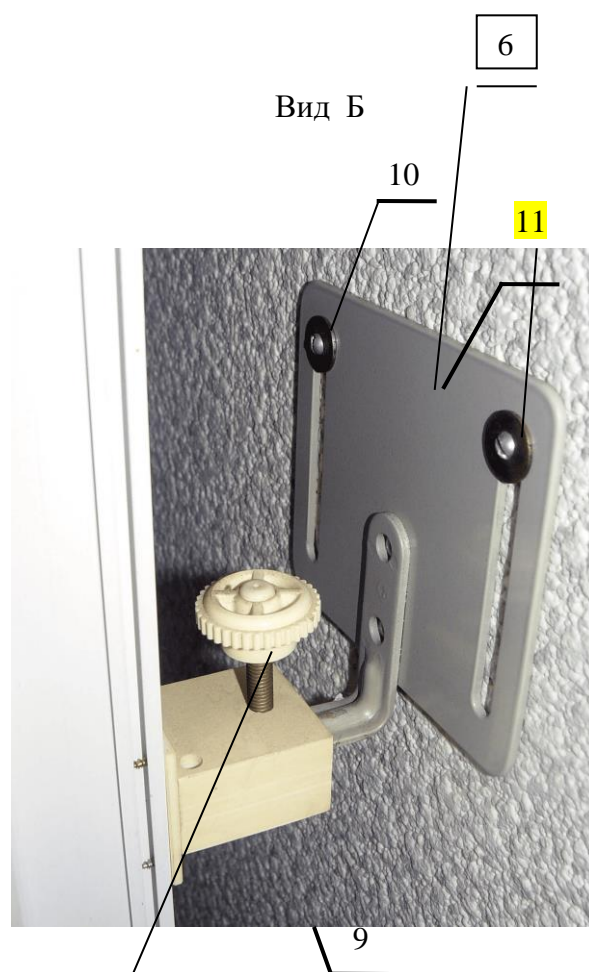

Рис. 1
2.2.3 Вставьте кронштейн 6 в кронштейн штанги ростомера и зафиксируйте фиксатором 7, как показано на рис.1 вид Б, тоже самое сделайте со вторым кронштейном. Опустите в крайнее нижнее положение ползун 2. Приложите нижнюю штангу ростомера 5 к поверхности крепления таким образом, чтобы нижняя штанга 5 была строго вертикально, а расстояние от нижней плоскости мерной планки 1 до плоскости пола (или коврика – если с ним предусматривается постоянная эксплуатация) составляло 0,800 м.